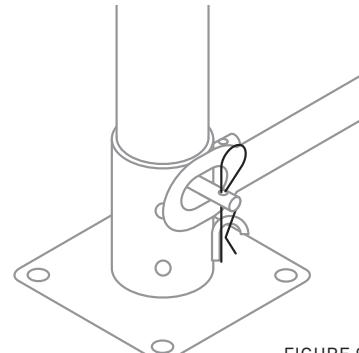

FIGURE 9
11. Insérez les tubes de la structure de sol sur l'ergot horizontal de l'embase. Insérez ensuite la goupille bête en place comme illustré sur la figure 9 pour éviter que la structure de sol se dégage de l'ergot.